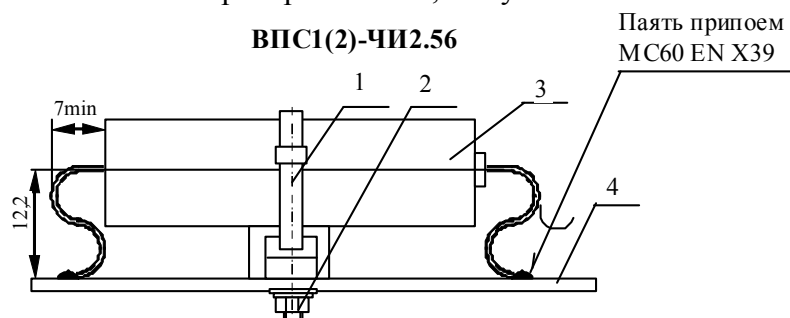

Рисунок 7.3
- Замену батареи (см. рисунок 7.3) проводить в следующей последовательности: